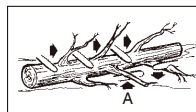

Fig. 12
L'ébranchage d'un arbre consiste à retirer les branches d'un arbre tombé. Ne retirez pas les branches maîtresses (A) tant que la bûche n'est pas débitée (coupée) en tronçons (Fig. 12). Les branches sous contrainte doivent être sciées à la base afin d'éviter le blocage de la tronçonneuse.